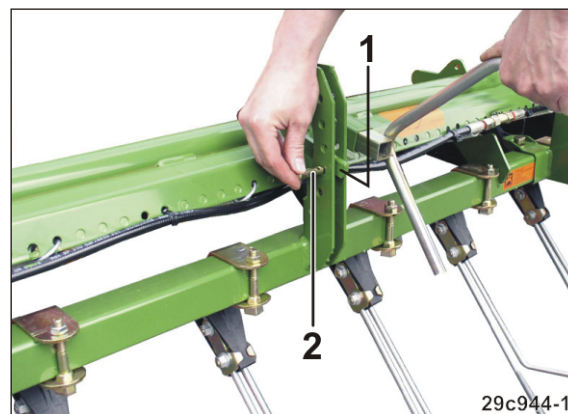

Fig. 97
2. Sujetar la palanca (Fig. 97/1) con la manivela de giro.
3. Insertar el perno (Fig. 97/2) en un taladro por debajo de la palanca.